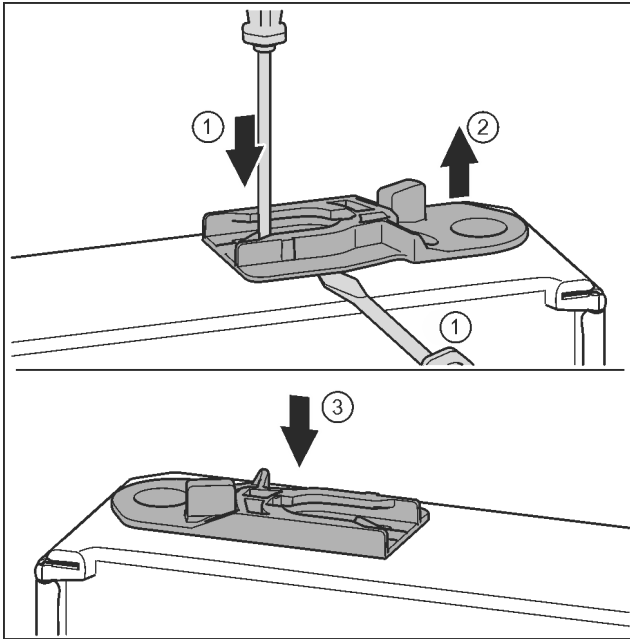

Fig. 35\*
- ▶ Führungsbuchse herausziehen: Lasche mit Schlitzschraubendreher drücken und gleichzeitig mit Schlitzschraubendreher unter Führungsbuchse fahren.\* Fig. 35 (1, 2)
- ▶ Im Lieferumfang beiliegende Führungsbuchse auf anderer Gehäuseseite einschieben.\* Fig. 35 (3)